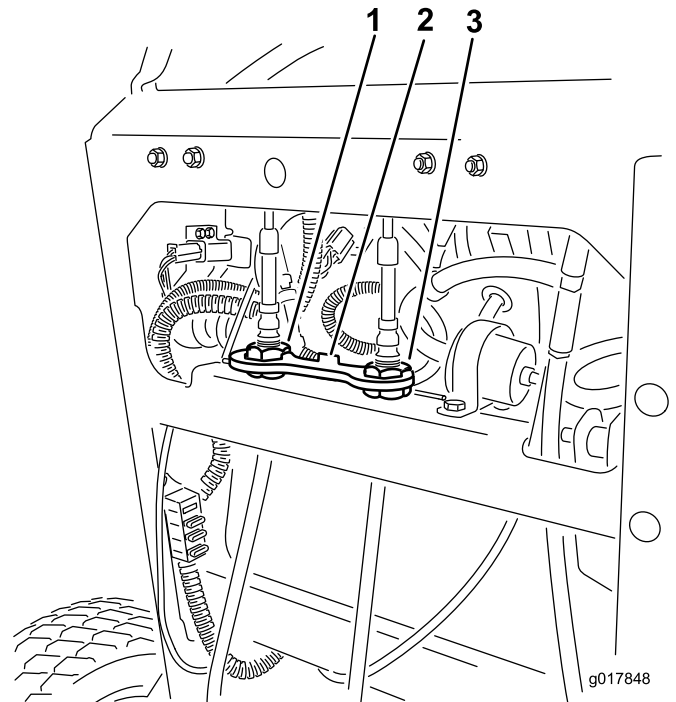

Figura 74
6. Instale la pletina de bloqueo sobre las tuercas de ajuste de los cables para afianzar el ajuste (Figura 74).